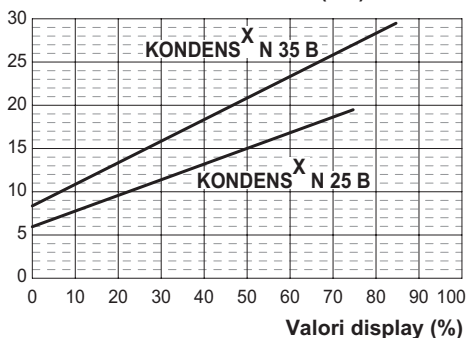
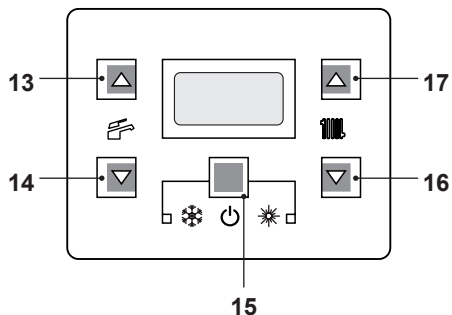
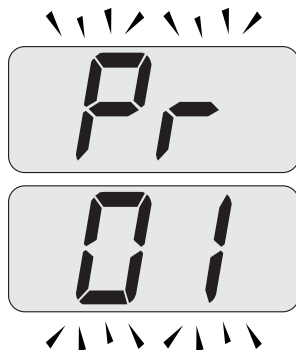

Figura 7.9
Figura 7.12
Figura 7.13
Il grafico in Figura 7.9 rappresenta come varia la potenza utile della caldaia in riscaldamento al variare del valore impostato nella scheda comando.
- Entrare in "modalità programmazione" premendo contemporaneamente per 10 secondi i tasti 15 - 16 - 17 (Figura 7.12) fino a far apparire sul display LCD le lettere **Pr** che si alternano con il codice **01**, indicanti l'entrata nel "parametro 01" (Figura 7.13).
- Premere contemporaneamente i tasti 15 e 17 (Figura 7.12) fino a far apparire sul display LCD il valore del parametro 12 (Figura 7.15) (74=KONDENS^X N 25 B o 84=KONDENS^X N 35 B).
- Utilizzando i tasti 16 o 17 (Figura 7.12) è possibile modificare il valore del parametro 12 (riferirsi al grafico Figura 7.9 per determinare il valore corretto in funzione della potenza utile di riscaldamento).
- Premendo il tasto 15 (Figura 7.12) si ottiene la conferma del valore inserito.
- Premendo contemporaneamente i tasti 15 e 16 (Figura 7.12) si esce senza modificare il valore (ritorno alla lista parametri Figura 7.14)
- Premendo contemporaneamente per 10 secondi i tasti 15 - 16 - 17 (Figura 7.12) si esce dalla "modalità programmazione".